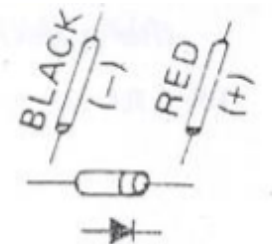

Fig.3.
5.5.6 Cuando esta conectado igual que en la fig.3, se hace una verificación en reversa. Si la lectura obtenida del el diodo que está probando es de “.000” hay corto circuito o si es de “1” hay circuito abierto, entonces significa que el diodo tiene falla.